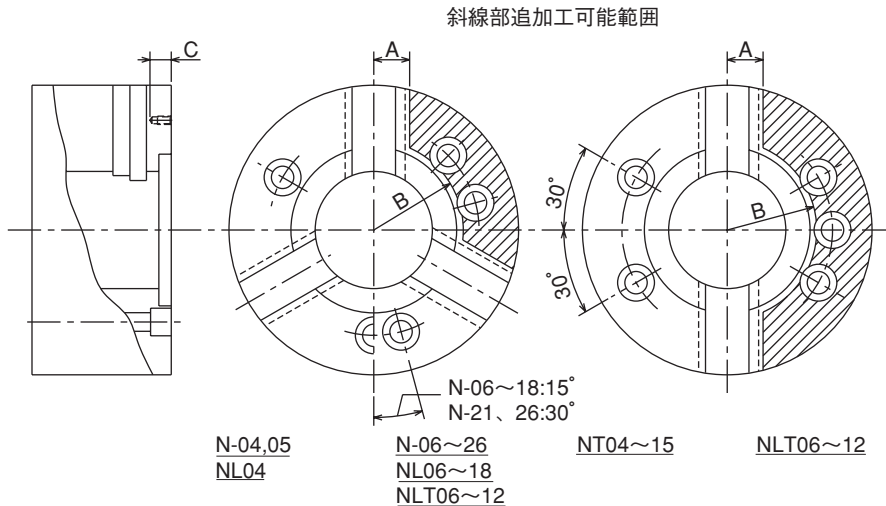

図 18
- ・チャックボデー表面にロケータや治具を取り付ける場合は、図18に示す追加工範囲内に穴明けを行ってください。